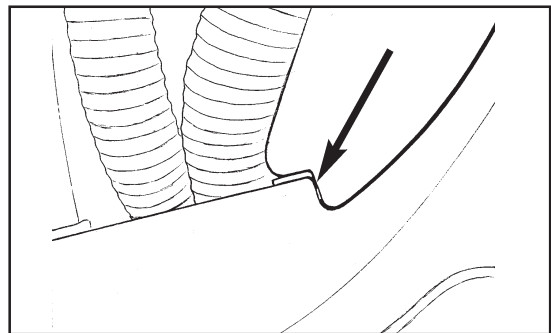

Figure 13A
12. Réinstallez le réservoir de récupération en vous assurant que la cheville pivotante du réservoir de récupération est installée au-dessous de la plaque métallique sur le réservoir de solution. (Voir figure 13A).